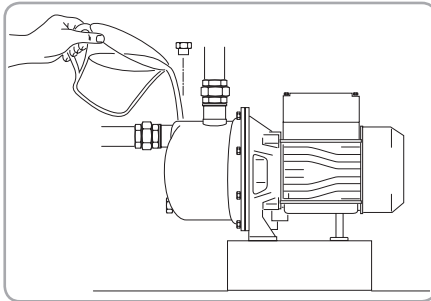

Fig.19
- Se toarnă apă curată în pompă și în conducta de aspirație până când se umple pompa și curge apă din ea (Fig.19).